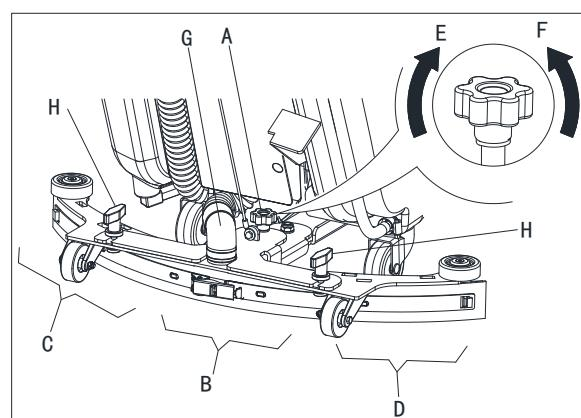

Figure 6
1. Installer la raclette et visser l'écrou (H), puis raccorder le tuyau d'aspiration (G) à la raclette.
2. Régler la raclette par la molette de réglage de la raclette (A, Figure 6).
- a) S'il y a un écart entre le sol et section centrale de la lame arrière de la raclette (B), régler le bouton (A) dans le sens antihoraire (F) jusqu'à ce que toute la section de lame arrière de la raclette ait un excellent contact avec le sol, la lame avant touchant légèrement le sol.
- b) S'il y a un écart entre le sol et les deux extrémités de la lame arrière(C et D), régler le bouton (A) dans le sens horaire (E) jusqu'à ce que toute la section de lame arrière ait un excellent contact avec le sol, la lame avant touchant légèrement le sol.